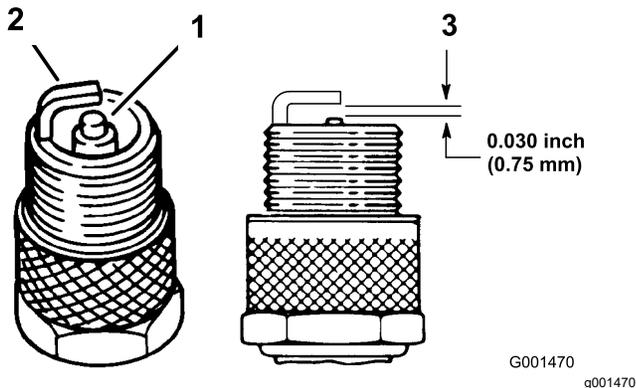

Figura 43
4. Controllate le condizioni degli elettrodi laterale e centrale, e dell'isolatore dell'elettrodo centrale, per accertare che non siano danneggiati (Figura 43).
5. Impostate la distanza tra il centro e il lato degli elettrodi a 0,76 mm, come illustrato nella Figura 43.